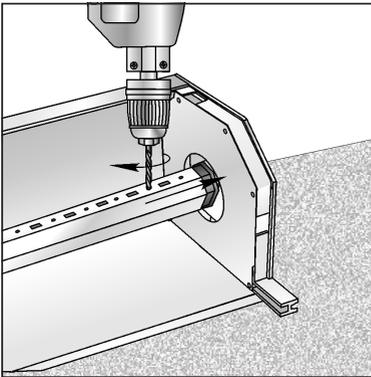

Abb. 13
- f) Befestigen Sie Rollen mit Schrauben M5 und Muttern (Abb. 13);